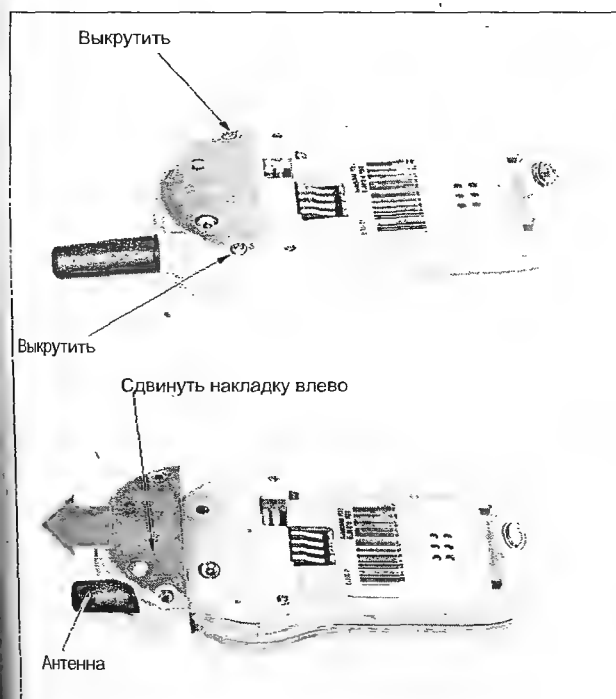

Рис. 4.6
- выкручивают два винта (рис. 4.6) и, перемещая накладку в направлении антенного штыря, снимают ее;